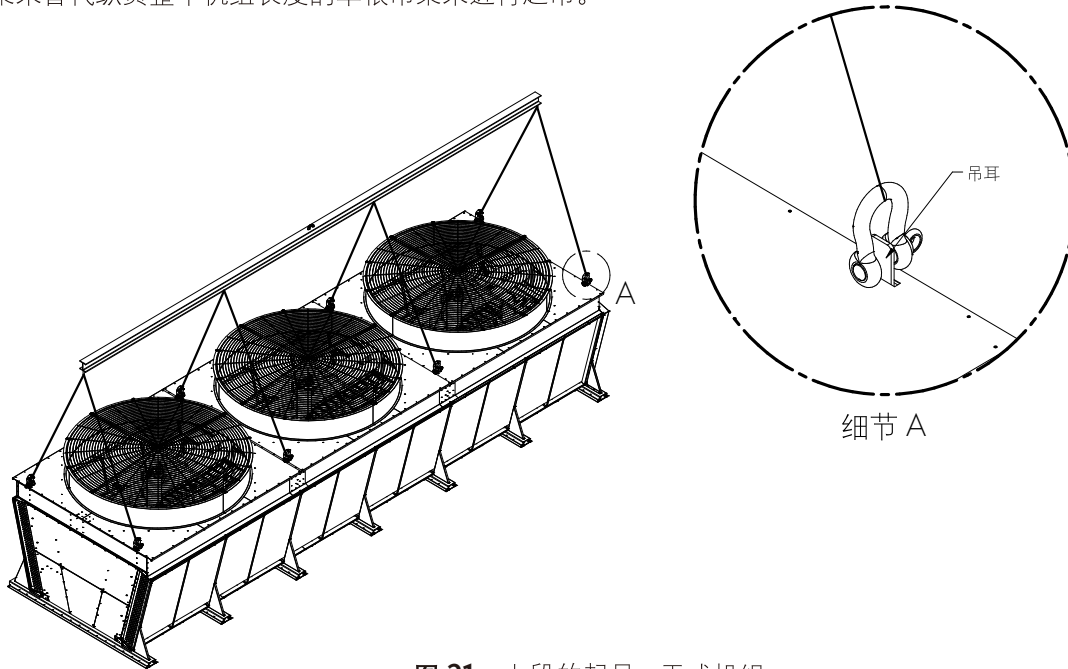

图 21 - 上段的起吊 - 干式机组
1. 使用上段顶部的吊耳进行起吊，如图21所示。使用可调式/分布式起重吊梁沿整个机组长度方向进行起吊。关于双层叠放机组下段的起吊，详见以下说明。